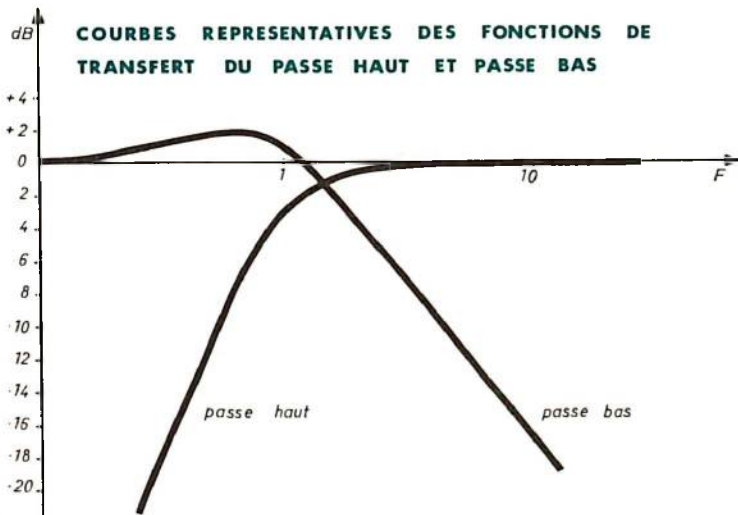
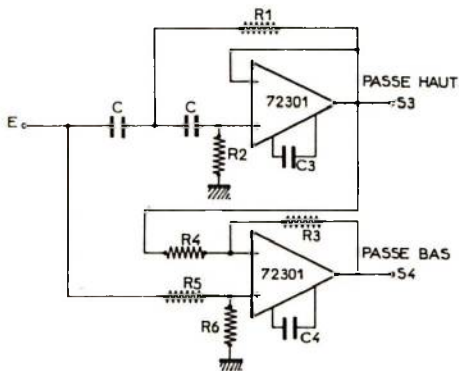

Figure 8
Figure 9
Les courbes représentatives de ces fonctions de transfert, équations (6) et (7), sont données à la figure 8. Quelques remarques s'imposent, pas de changement en ce qui concerne le filtre passe haut, la fréquence de coupure est toujours pour  $f = 1$  — normalisation — et l'atténuation en bande coupée de 12 dB par octave. Par contre pour le passe bas l'atténuation en bande coupée n'est que de 6 dB par octave, la fonction de transfert du PB ayant un zéro simple et un pôle double. La fréquence de coupure à  $-3$  dB est pour  $f = 1,8$ , de plus la courbe amplitude/fréquence présente une bosse de 1,6 dB et finalement les deux courbes se croisent au point  $\omega f \approx 1,45$ . Le schéma électrique d'un tel système est donné à la figure 9.
On rencontre beaucoup plus fréquemment des systèmes de filtrage à trois voies : grave, médium, aigu. Trois amplificateurs opérationnels supplémentaires sont nécessaires pour passer du système deux voies de la figure 9 au système trois voies de la figure 10.